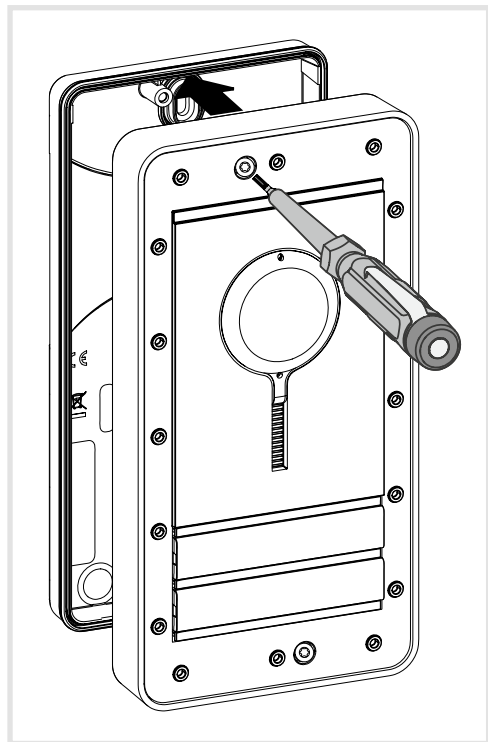

Figura 12: attivazione della stazione da porta
- Posizionare la stazione da porta sul supporto, poi stringere le 2 viti della parte anteriore (figura 12).